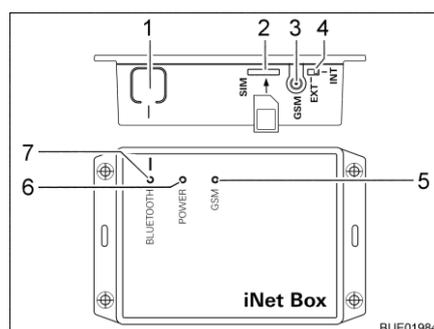

Fig. 59 Truma iNet-Box
- Appuyer sur la touche BLUETOOTH (Fig. 59,1) sur l'iNet-Box pendant 1 seconde. La Truma iNet-Box est visible pendant env. 2 minutes dans le terminal mobile (nom : "Truma iNet-Box"). Durant ce laps de temps, la DEL BLUETOOTH (Fig. 59,7) clignote.
- Introduire la mini-carte SIM qui a son propre numéro de téléphone et un crédit suffisant avec précaution comme illustré dans l'emplacement (Fig. 59,2) de la Truma iNet-Box jusqu'à ce qu'elle s'enclenche. La DEL rouge GSM (Fig. 59,5) doit clignoter en permanence. Si la DEL rouge s'éteint au bout de 20 secondes : contrôler la mini-carte SIM.